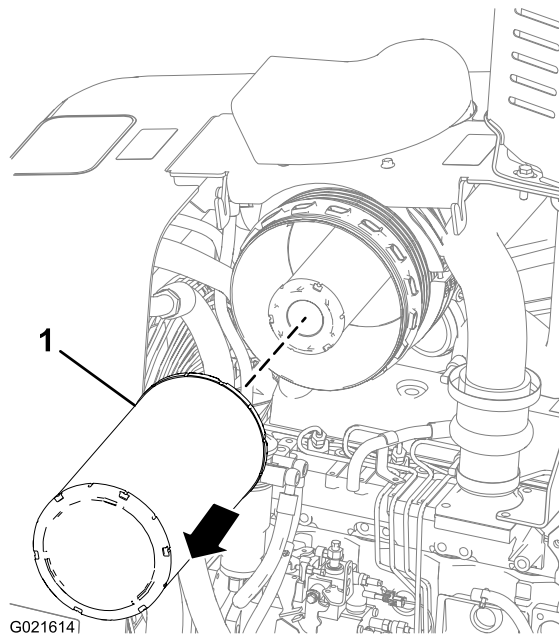

Figura 48
2. Tirate verso l'esterno l'elemento principale del filtro dell'aria ed estraetelo dal suo alloggiamento (Figura 48).
6. Inserite il nuovo elemento principale del filtro dell'aria all'interno dell'alloggiamento del filtro (Figura 48).